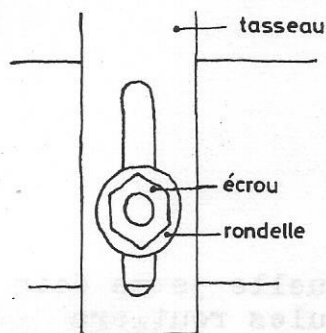

FIG. 9
- soit en faisant un trou ovale dans la chandelle afin de pouvoir faire caulisser celle-ci et la serrer au moyen de boulons et de rondelles (fig. 9)